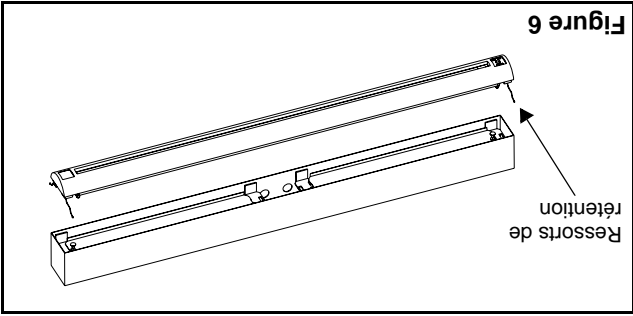

Figure 6
2. Compress the retention springs and insert the trimplate assembly in the back box. Push the assembly in place (see fig. 6).
2. Comprimer les ressorts de rétention et mettre en place la plaque de finition dans le boîtier du luminaire (voir fig. 6). Enfoncer la plaque de finition dans le boîtier du luminaire.